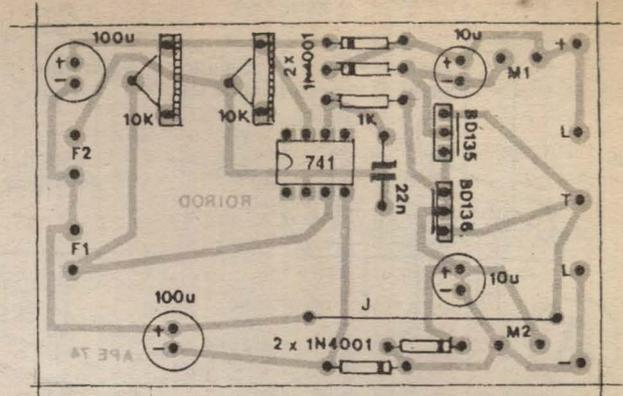

Fig. 3
- **FIG. 3 - CHAPEADO DA MONTAGEM** - No *chapeado*, como é norma aqui em **APE**, mostramos a placa pela sua face não cobreada, com cada uma das principais peças (todas aquelas que - na montagem - vão *diretamente sobre o impresso*...) devidamente identificada pelos seus códigos, valores, polaridades, etc. É como se fosse um *retrato*, uma *planta baixa* da montagem, com os componentes estilizados (ou - em alguns casos - representados pelos seus símbolos esquemáticos...) de modo irrefutável, numa